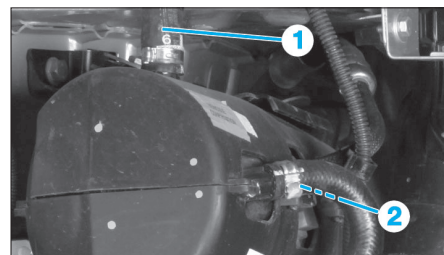

Fig. 21
- Mettre en place un pince durit sur la canalisation d'alimentation (1) de groupe électropompe (Fig.21).
- A l'aide d'une clé torx de 40, déposer la vis de la canalisation haute pression (2) en évitant l'écoulement du liquide de direction assistée.